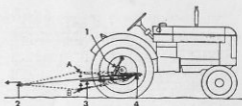

Bild 15. Dragbommens inställning allmänt.
Draglinjen från dragbommens i anförstärkningspunkt på traktorn till det bogserade redskapets motståndspunkt (M) bör bilda en rak linje (den röda heldragna linjen på bild 15). Justera därför medelst vantskruvarna dragbommens inställning så, att den sammanfaller med den heldragna linjen.